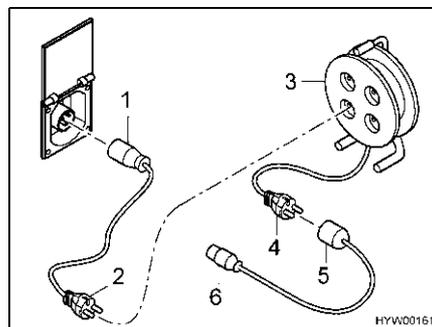

Bild 105 Anschlussmöglichkeiten 230-V-Anschluss
- Adapterkabel: CEE 17 Anschlusskupplung mit Schutzkontakt (Bild 105,1) – Stecker mit Schutzkontakt (Bild 105,2)
- Kabeltrommel: Steckdose mit Schutzkontakt (Bild 105,3) – Stecker mit Schutzkontakt (Bild 105,4)
- Adapterkabel: Anschlusskupplung mit Schutzkontakt (Bild 105,5) – CEE 17 Stecker mit Schutzkontakt (Bild 105,6)